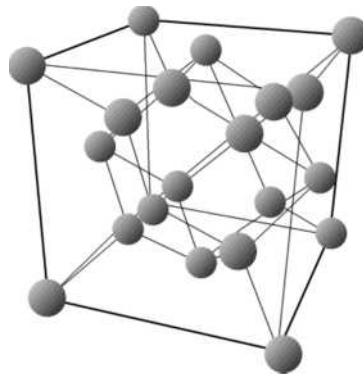

图 2-3
(2) 配位数。Bcc: 最近邻 8 个, 考虑次近邻为(8+6)个; fcc: 最近邻 12 个; hcp: 理想状态 12 个, 非 理想状态(6+6)个。
(3) 致密度。fcc: 0.74; bcc: 0.68; hcp: 0.74。
6. 萤石(CaF₂)属立方晶系, 其结构如图 2-3 所示, 钙正离子位于立方晶胞的角顶和面的中心, 形成面心 立方结构, 而氟负离子填充在全部的(8 个)四面体间隙中。请画出萤石晶体的结构基元和空间点阵。 [南京航空 航天大学 2008 研]